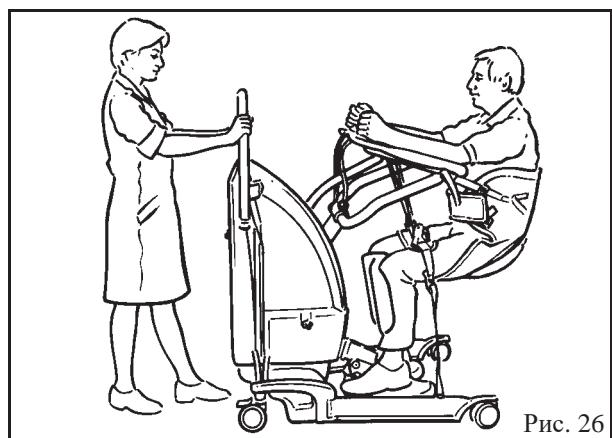

Рис. 26
12. Освободите тормоза шасси и сведите ножки шасси, после чего транспортируйте пациента в нужное место (см. рис. 26).